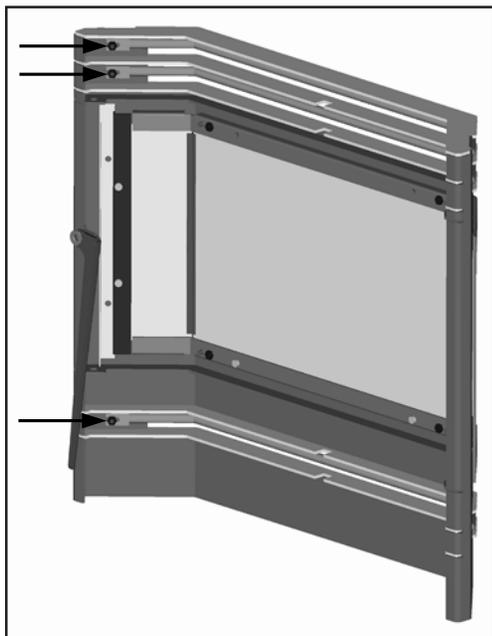

Figure 44: porte à persiennes
La porte doit être ouverte. Les trois (3) flèches sur la figure 44 points à trois (3) des écrous qui maintiennent les persiennes sur. Il existe trois écrous à chaque extrémité. Retirez les six écrous à la main; si les écrous sont serrés, une «prise 11/32 peut être utilisé. Lorsque vous retirez les persiennes, tirez une extrémité de la grille au-dessus de l'ergot. Si il est difficile de retirer la grille, pousser sur un côté de l'avant, puis tirez l'autre extrémité de la deuxième plot.